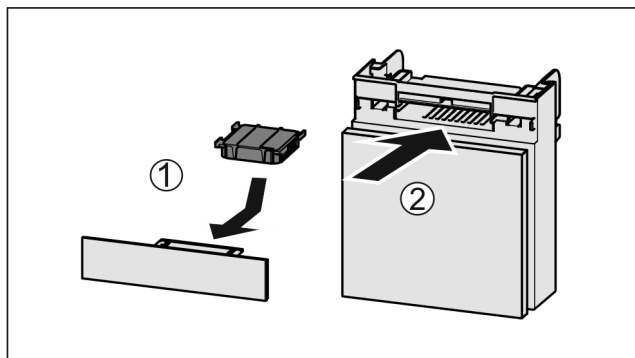

Fig. 176
- Поставете Fig. 176 (1) филтъра с активен въглен, както е показано на фигурата.
- Вкарайте Fig. 176 (2) отделението.